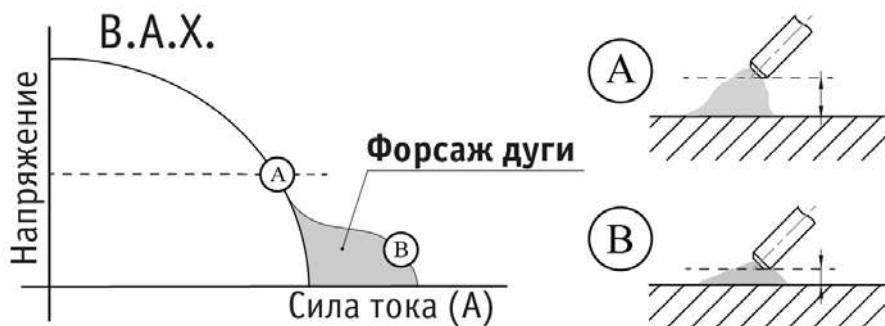

Рис. 6.4. Форсаж дуги.
Форсаж дуги: рекомендуется применять при сварке покрытыми электродами на малых токах. В процессе сварки происходит автоматическая регулировка силы сварочного тока, что уменьшает склонность к залипанию покрытого электрода к свариваемой детали (См. рис. 6.4).
- 7. Установите необходимое значение форсажа дуги (См. рис. 6.4).**